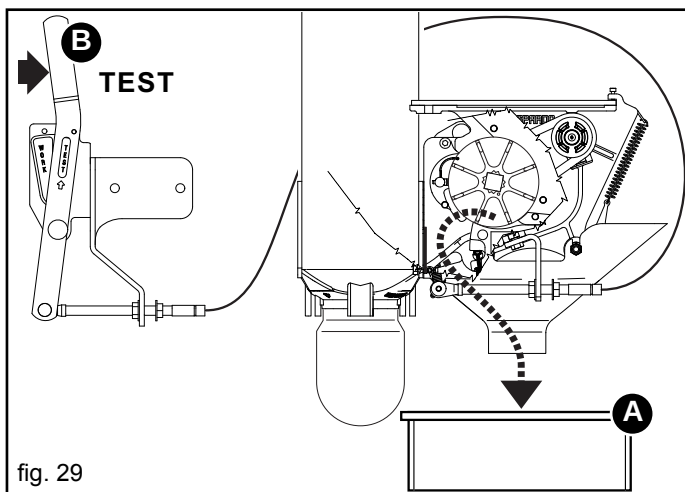

fig. 29
- 2) Sotto al dosatore, predisporre il contenitore di raccolta (A) ed aprire lo sportello per lo scarico del prodotto (B, Fig. 29) ... «TEST»